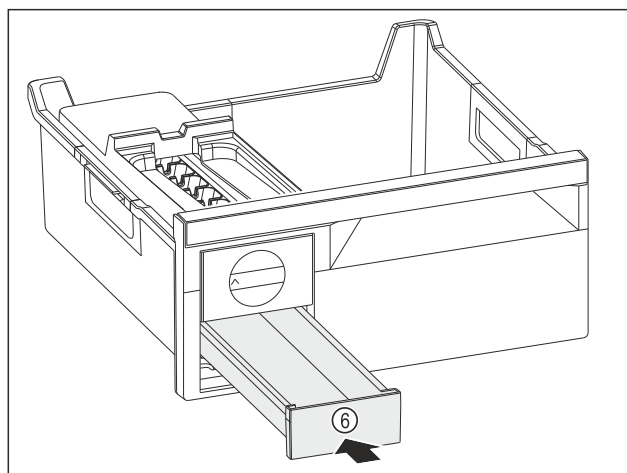

Fig. 146
- Skub isterningseskuffen Fig. 146 (6) ind.